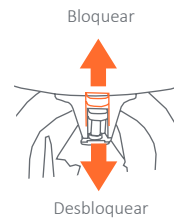

Fig. 12b
- Empuje la palanca rueda hacia arriba para enganchar el pestillo y empuje hacia abajo para desenganchar el mecanismo de bloqueo (Fig. 12b).